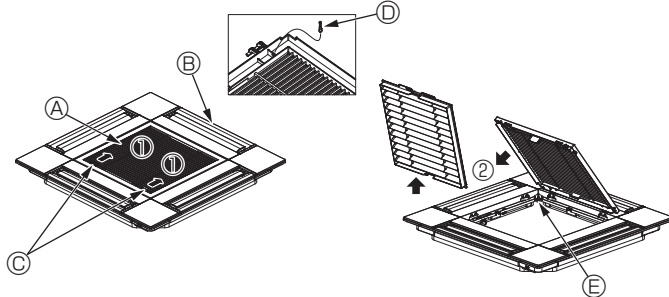

Fig. 10-3
10.2.1. Entfernen des Ansauggitters (Fig. 10-3)
- Zum Öffnen des Ansauggitters die Hebel in die mit dem Pfeil ① gekennzeichnete Richtung schieben.
- Das Scharnier des Ansauggitters bei geöffnetem Ansauggitter (Position "open") vom Gitter in Pfeilrichtung ② abnehmen.